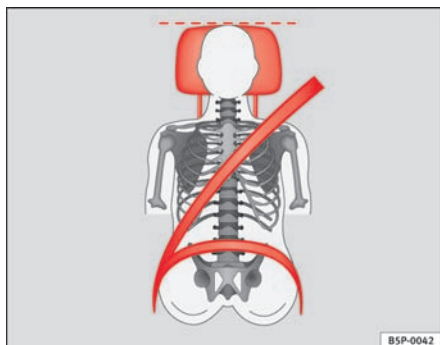

Fig. 13 Korrekt placering af sikkerhedssele og hovedstøtte set forfra
- Sikkerhedsselens skulderdel skal sidde midt på skulderen og aldrig hen over halsen. Sikkerhedsselen skal sidde fladt og tæt ind til overkroppen ⇒ side 24, fig. 13.